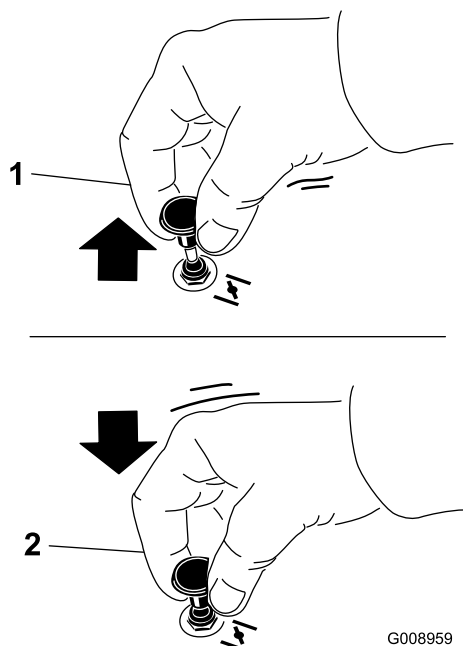

Figura 17
2. Tirate su la manopola dello starter per innestare lo starter prima di usare l'interruttore di accensione (Figura 17).
3. Spingete giù lo starter per disinnestarlo una volta acceso il motore (Figura 17).